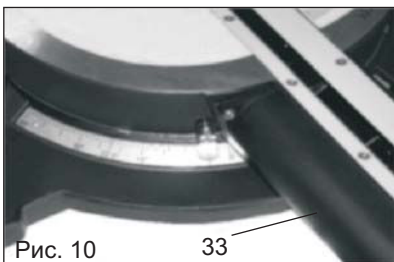

Рис. 10
Пила позволяет производить поперечное пиление под углом 90° и косое пиление до 45° влево и вправо. Для выполнения косого пиления необходимо повернуть поворотный стол (9), до необходимого значения угла за рукоятку (33) (Рис.10) поворотного стола (9), и зафиксировать данное положение винтом фиксации поворотного стола (17). При длительной работе с одним заданным углом периодически проверяйте точность установки. так как винт фиксации поворотного стола (17), может ослабнуть.